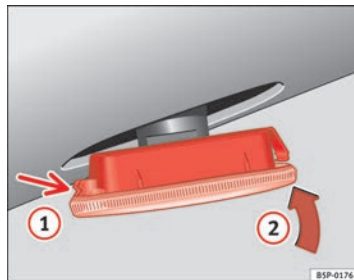

Fig. 238 Clignotant latéral
- Posez d'abord le clignotant dans le trou de la carrosserie, en emboîtant les languettes ⇒ page 303, fig. 238, flèche ①.
- Emboîtez l'ampoule comme indiqué sur la flèche ② ⇒ page 303, fig. 238. ■